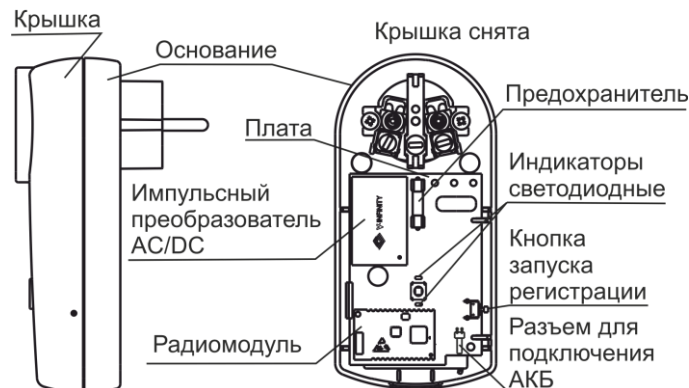

Рисунок 2
4.1 Конструктивно маршрутизатор выполнен в корпусе, совмещенном с вилкой и розеткой на 220 В. Внутри корпуса находится печатная плата с радиоэлементами (рисунок 2).